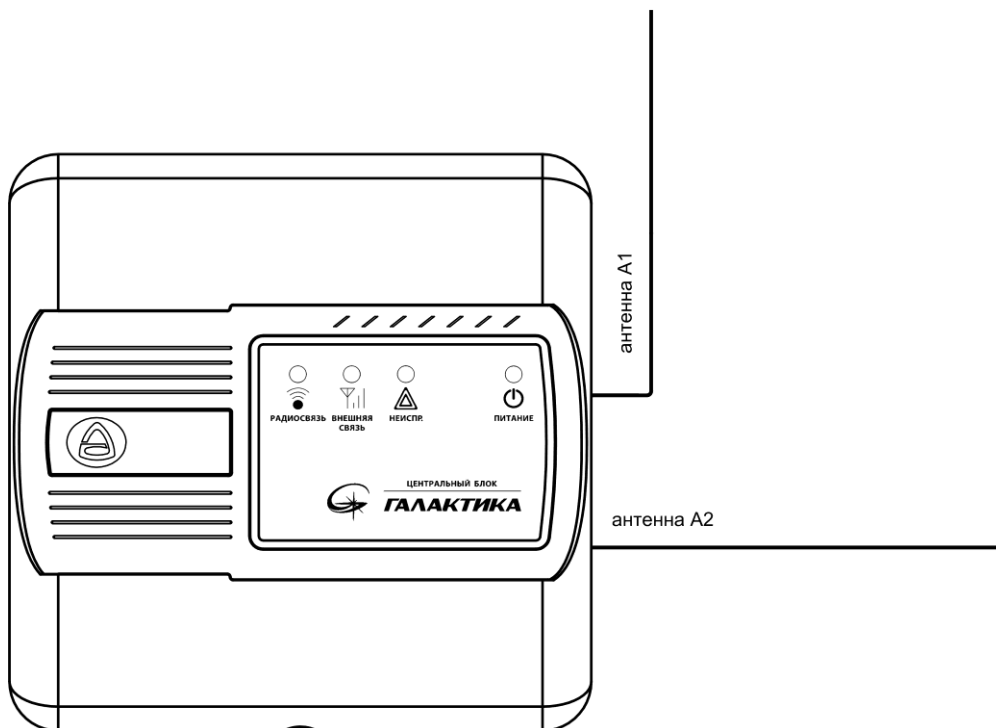

Рис.1 Общий вид ЦБ с подключенными антеннами
3.1.1 На панель индикации ЦБ (см. рис.1) выведены светодиодные индикаторы: контроля состояния питания - «ПИТАНИЕ» и контроля связи и неисправностей в системе – «РАДИОСВЯЗЬ» (связь с р/у), «ВНЕШНЯЯ СВЯЗЬ» (GSM канал) и «НЕИСПР.» (описание индикации – см. п.3.5).